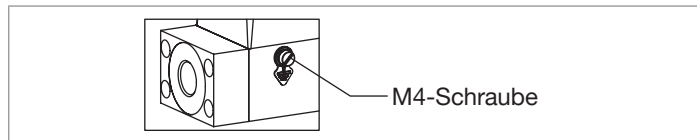
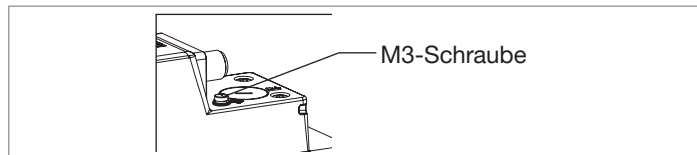

Fig. 19: Position der M4-Schraube für den Anschluss des Funktionserdungskabels
Fig. 20: Position der M3-Schraube für den Anschluss des Funktionserdungskabels
- Mit einem Schlitzschraubendreher der Größe 6,5 mm die M4-Schraube lösen. Siehe Fig. 19. Oder die M3-Schraube lösen. Siehe Fig. 20.